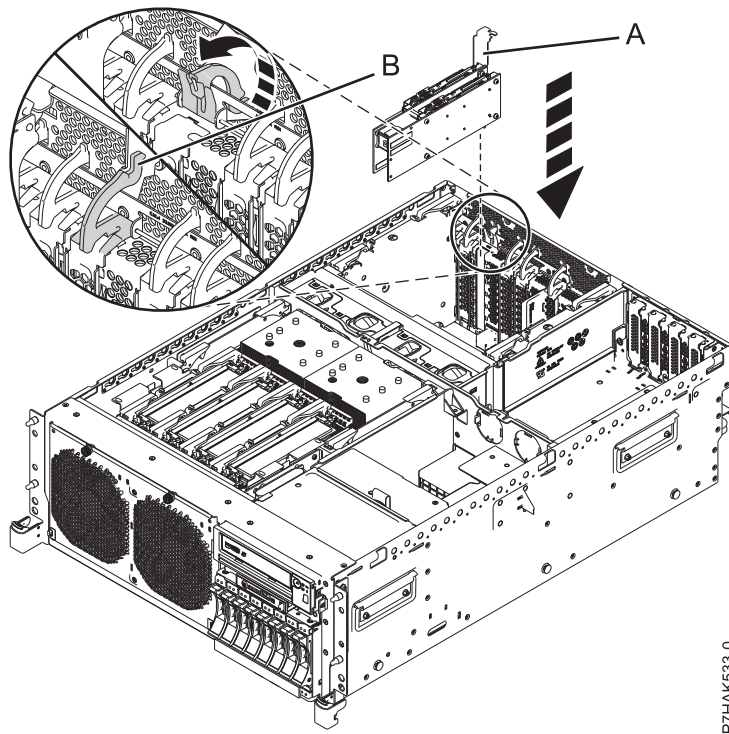
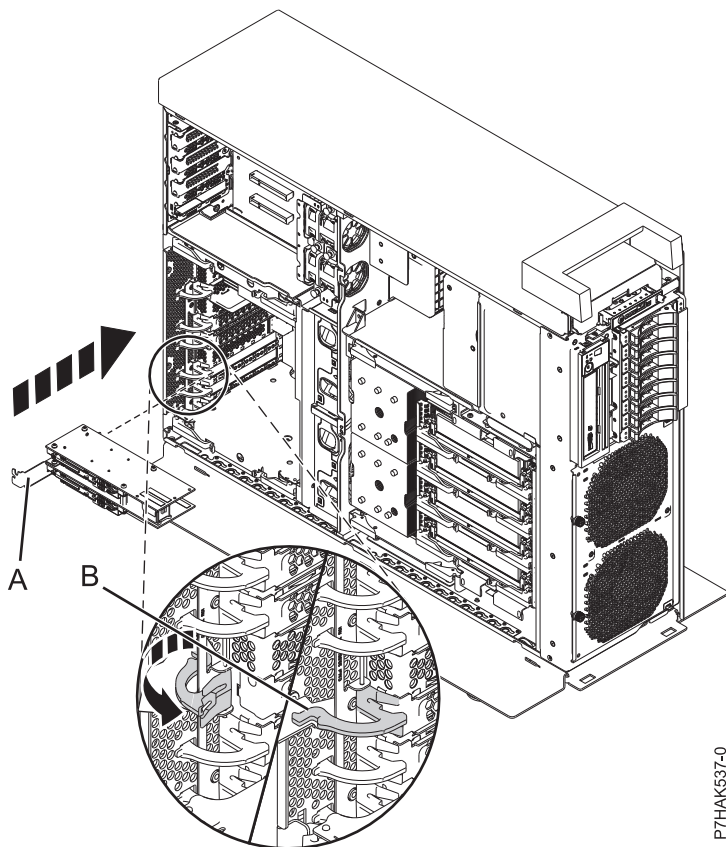

図 17. ラック・マウント・システム装置での PCIe RAID および SSD SAS アダプターの取り付け
図 18. スタンドアロン・システム装置での PCIe RAID および SSD SAS アダプターの取り付け
15. アダプターの先端を注意深く持ち、アダプター (A) をシステム・バックプレーンにある拡張スロットとそのコネクタに位置合わせします。図 17 および 26 ページの図 18 を参照してください。